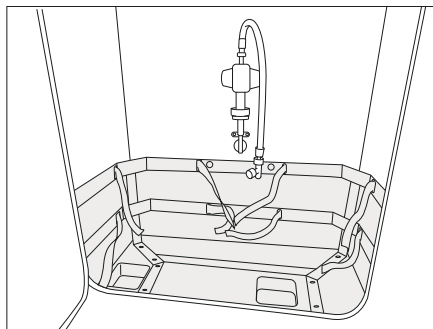
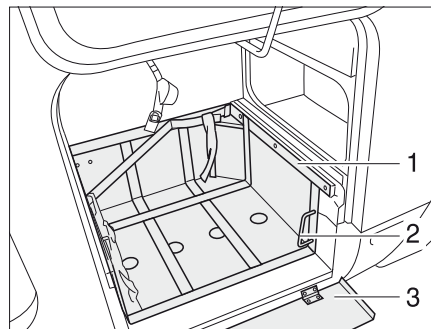

Bild 237 Gasbox
Bild 238 Gasbox, med utdragbara skenor
- Om det finns en skyddsplåt: Fäll ned skyddsplåten (Bild 238,3).
- Frigör sliden (Bild 238,1) med hjälp av handtaget (Bild 238,2).
- Drag ut sliden (Bild 238,3) till stoppläget.
- Vrid (Bild 238,2) handtaget.
- Frigör sliden (Bild 238,3) med hjälp av handtaget (Bild 238,2).
- Skjut in sliden (Bild 238,3) till stoppläget och vrid tillbaka handtaget (Bild 237,2).
- Om det finns en skyddsplåt: fäll upp skyddsplåten (Bild 238,1).